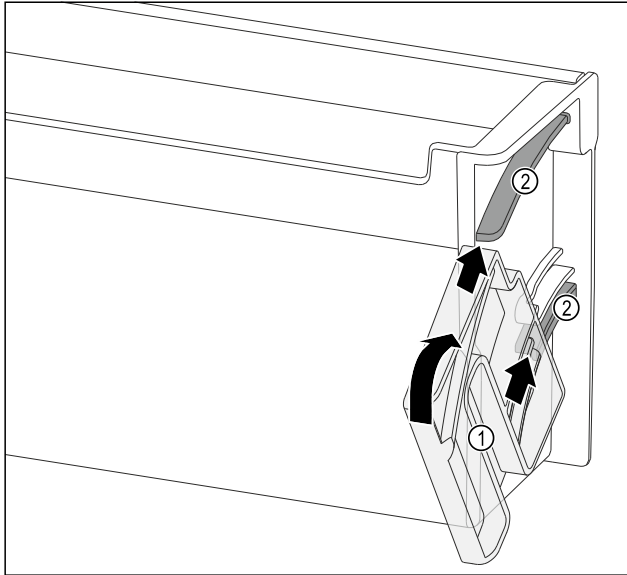

Fig. 145
- Dreheinheit Fig. 145 (1) so positionieren, dass die Aussparungen genau gegenüber den Führungskanälen Fig. 145 (2) des Türabstellers liegen.
- Dreheinheit Fig. 145 (1) in die angegebene Richtung drehen.